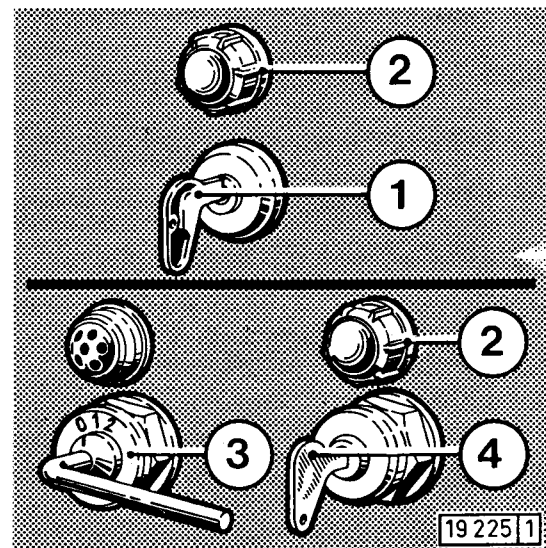
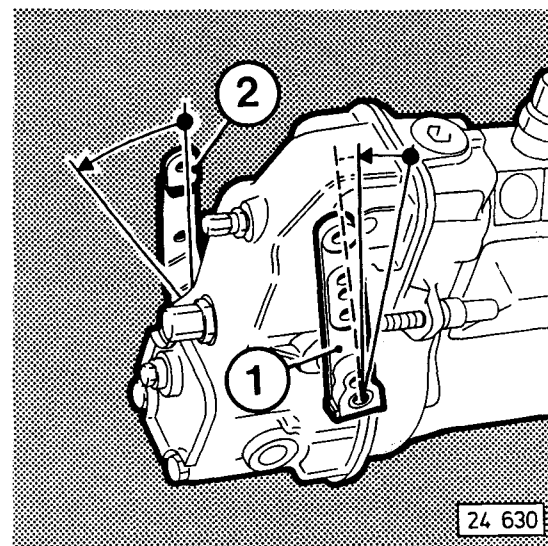

Fig. 19
Fig. 25
- Anlaßschlüssel 1 (Fig. 19) einstecken, nach rechts bis zur Raststellung drehen.
- Anlaßschlüssel 4 (Fig. 19) einstecken, nach rechts auf zur Raststellung drehen, wobei die Ladestrom-Kontrollampe 2 aufleuchten muß.
- Drehzahlverstellhebel 1 (Fig. 25) auf niedrige Drehzahl stellen.
- Abstellhebel 2 (Fig. 25) der Einspritzpumpe so lange betätigen, bis der Motor stillsteht. Die Kontrollleuchte 2 (Fig. 19) leuchtet nach Stillstand des Motors wieder auf.
- Schaltschlüssel 1 bzw. 4 (Fig. 19) nach links drehen und abziehen, wobei die Kontrollleuchte erlischt.